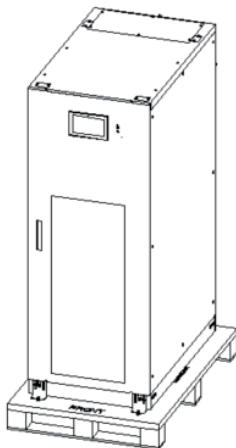

Рисунок 3.5. Удаление защитных материалов
4. Удаление защитных материалов (см. рис. 3.5).